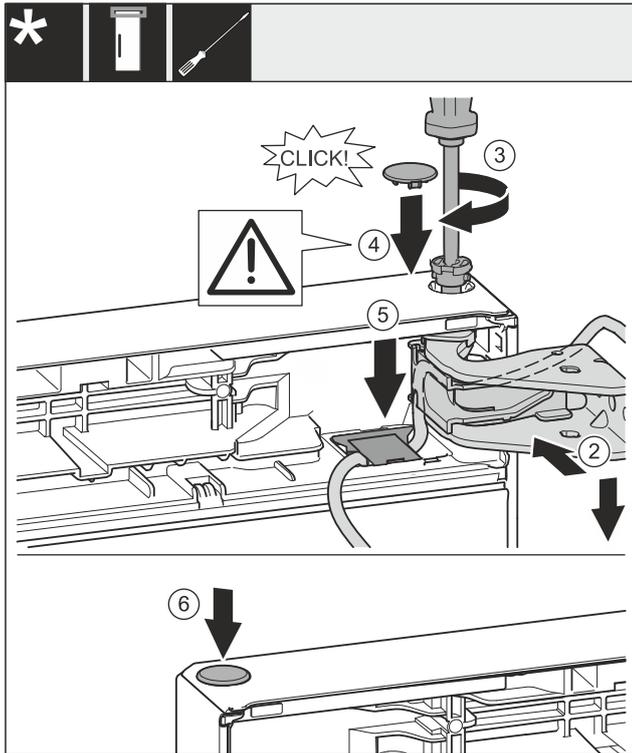

Fig. 32
- ▶ Tür oben zur Öffnung im Lagerbock ausrichten. Fig. 32 (2)
- ▶ Bolzen einsetzen und mit Schraubendreher T15 festschrauben. Fig. 32 (3)
- ▶ Sicherungsabdeckung zur Sicherung der Tür montieren: Sicherungsabdeckung einsetzen und kontrollieren ob sie auf der Tür aufliegt. Ansonsten Bolzen vollständig einsetzen. Fig. 32 (4)
- ▶ Abdeckung einsetzen und nach unten drücken bis sie einrastet. Fig. 32 (5)
- ▶ Stopfen einsetzen. Fig. 32 (6)